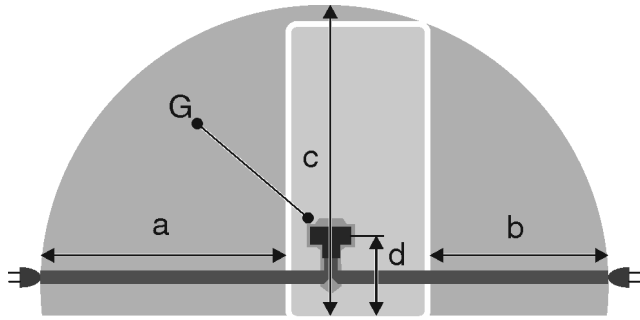

Fig. 23 \*
- Контактът не е разположен зад уреда, а в областите a или b Fig. 23 (a, b, c).
- ▶ Включете щепсела на уреда Fig. 23 (G) от задната страна на уреда. Обърнете внимание на доброто фиксиране.